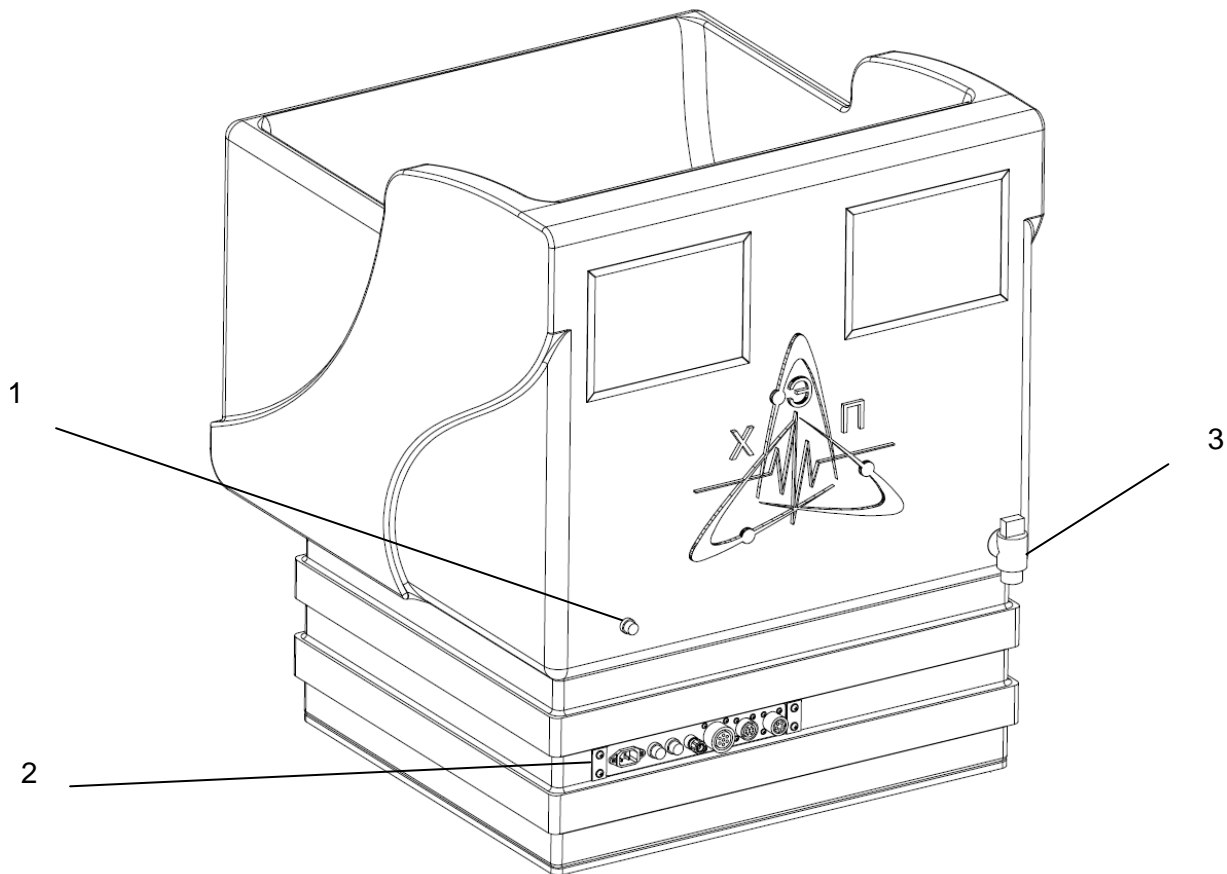

Рисунок 6. Блок испытательной ванны, вид сзади.
2.2.8. Наполнение испытательной ванны водой должно проводиться при отключенном напряжении питания Стенда. Для наполнения испытательной ванны водой необходимо подключить шланг из комплекта поставки к крану ванны (Рисунок 6, поз.3) с одной стороны и к крану системы центрального водоснабжения с другой. Необходимо убедиться в герметичности соединений, открыть кран ванны и кран системы центрального водоснабжения. Убедиться, что вода начала поступать в ванну через сливное отверстие в дне ванны.